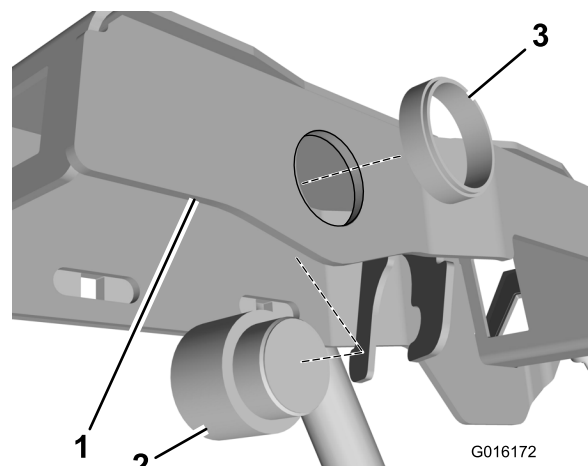

Figura 1
6. Installate l'allarme acustico nel telaio del bracciolo della consolle (Figura 1).